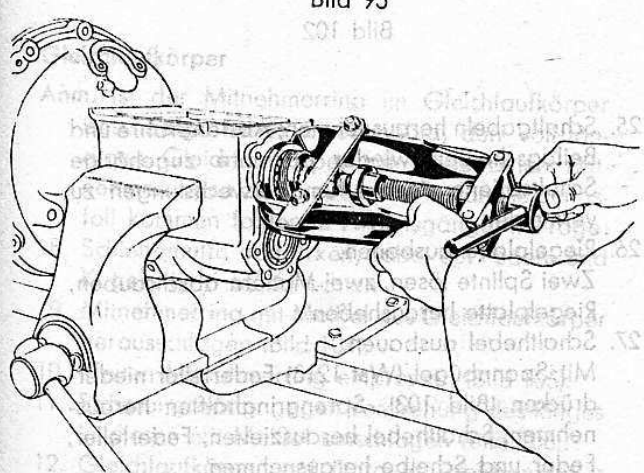

Bild 96
- 9. Hinteres Lager von Hauptwelle gleichzeitig mit Abstandring, Schraubenrad für Geschwindigkeitsmesserantrieb, Abstandring und Ölscleuderscheibe mit Abzugbügel Wst 1220/1/2 abziehen (Bild 96).